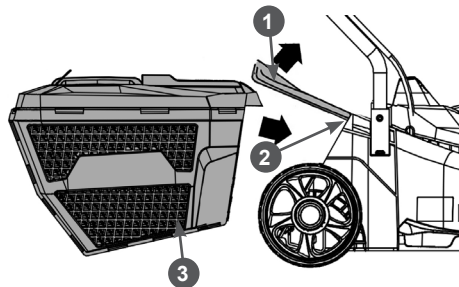

Рис. 6 Установка травосборника
6. Поднимите заднюю крышку и установите травосборник (Рис. 6).